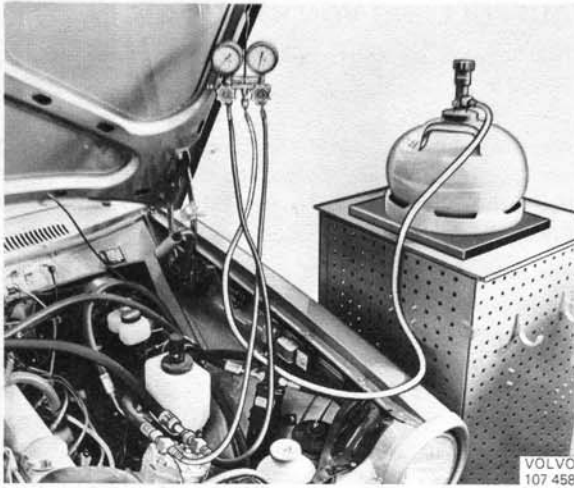

Abb. 90 Anschlußweise für Kältemittel-Nachfüllbehälter
1. Den weißen Schlauch vom Anschluß der Vakuumpumpe lösen und am Abfüllverschluß des Kältemittelbehälters anschließen (Abb. 90). **Hinweis!** Bei Füllung der Anlage darf der Kältemittelbehälter unter keinen Umständen flach liegen oder kopfgestellt werden. Der Behälter muß stets aufrecht stehen, da anderenfalls das Kältemittel in den Kompressor gesaugt wird und diesen beschädigen kann.